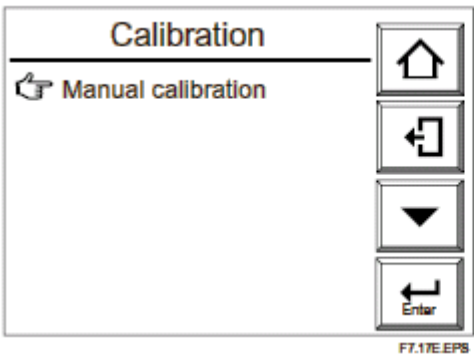

图 7.17 校正显示
- (1) 在基本面板显示中按设置键显示执行/设置显示。然后在执行/设置显示中选择校正。这样操作后，出现如图 7.17 所示的显示。